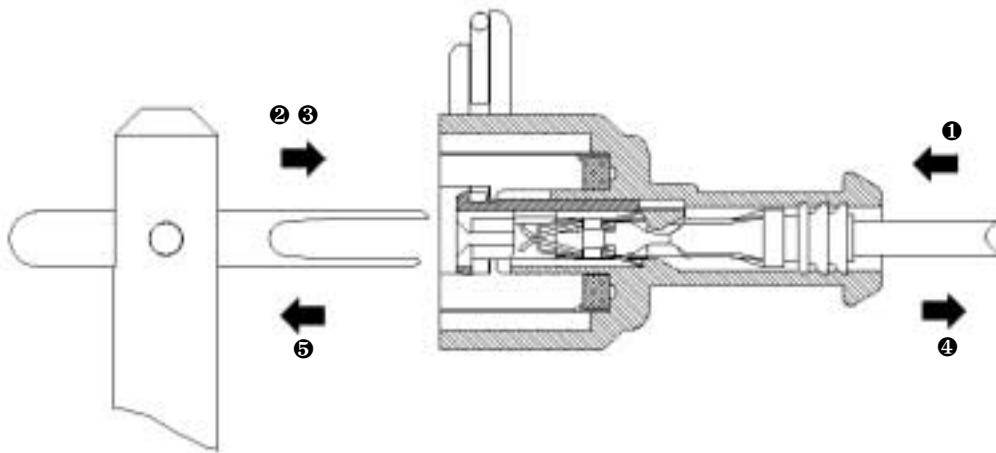

Figure 10 : Extraction d'un contact
- ① Prendre, entre le pouce et l'index, le fil serti sur le contact à extraire. Pousser le contact à fond dans l'alvéole du boîtier et le maintenir dans cette position.
- ② Introduire par l'avant du boîtier l'outil de démontage dans l'alvéole du contact à extraire. S'assurer que l'outil est bien polarisé.
- Sortir la lame escamotable de l'outil, et l'orienter de la façon suivante : quand le connecteur est de face et le ressort métallique vers le haut, le manche de l'outil doit être vertical et dirigé vers le bas (voir figure 10). Les deux lames de l'outil sont de part et d'autre du contact.
- ③ Pousser sur l'outil jusqu'à sa mise en butée (les lances de verrouillage primaire du contact JPT sont alors défléchies). L'outil doit arriver en butée à l'intérieur de l'alvéole sans effort démesuré et sans exercer de rotation, afin de ne pas endommager l'alvéole.
- ④ Tirer sur le fil légèrement, afin d'extraire le contact. Ne pas essayer d'extraire le contact en force. Si l'on rencontre une quelconque résistance, s'assurer que l'outil est correctement placé, et si nécessaire, réintroduire l'outil correctement jusqu'au déverrouillage.
- ⑤ Retirer l'outil.